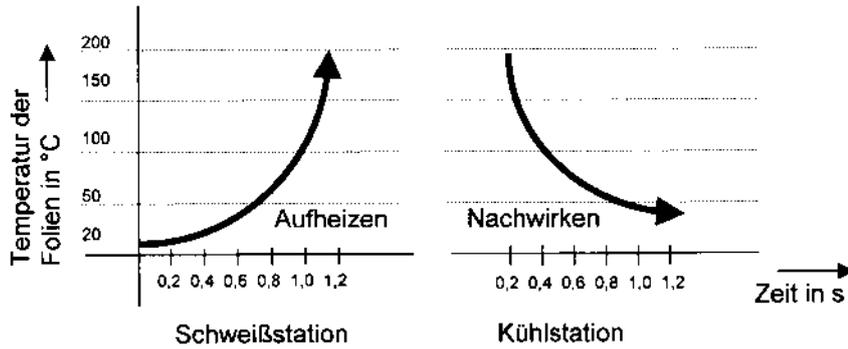

Bild 2. Beispiel: Prozesszeiten (Aufheizen, Nachwirken) bei Ringbuchfertigungen.
- b) Abkühlphase, der sogenannten *Nachwirkzeit*. Siehe Bild 2.